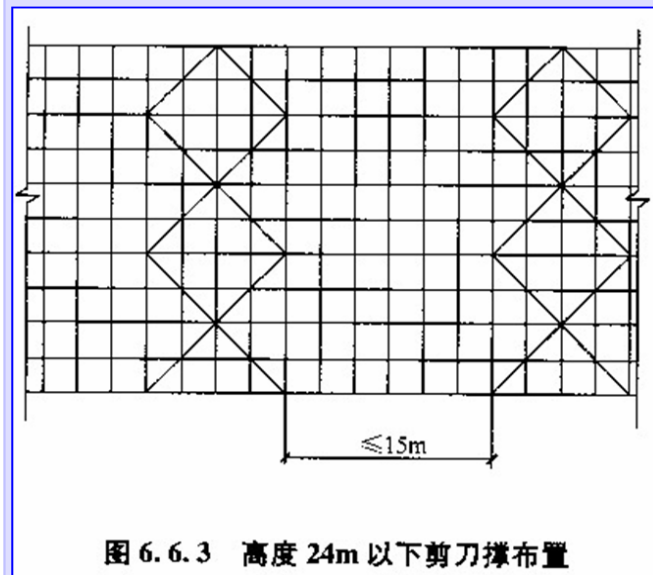

图 6.6.3 高度 24m 以下剪刀撑布置
6.6.3 高度在24m及以上的双排脚手架应在外侧全立面连续设置剪刀撑；高度在24m以下的单、双排脚手架，均必须在外侧两端、转角及中间间隔不超过15m的立面上，各设置一道剪刀撑，并应由底至顶连续设置(图6.6.3)。